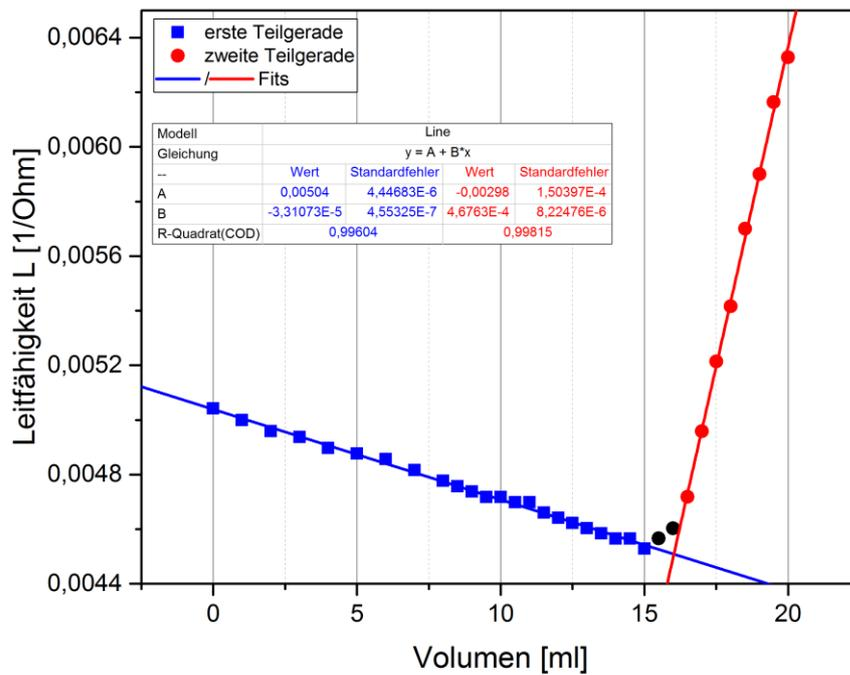

Abbildung 5 Musterabbildung für die zweite Aufgabe
- Die Daten sollen wie in Abbildung 5 dargestellt werden.